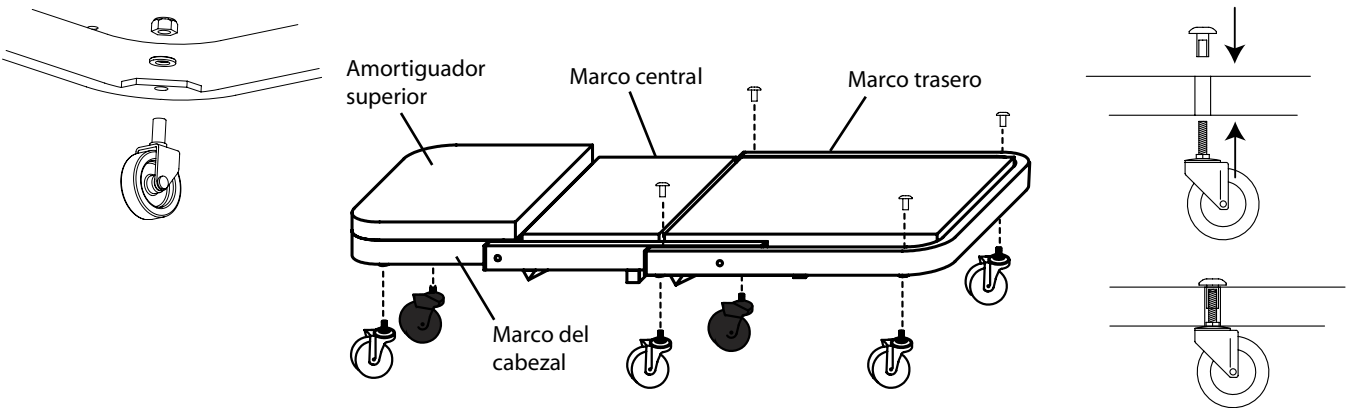

Figura 1: componentes del modelo 91000
Antes de ensamblar su plataforma rodante plegable, asegúrese de que todas las piezas estén presentes. Compare las piezas con la lista de contenidos del paquete y la ilustración de la Figura 1. Si hay alguna pieza faltante o dañada, no intente ensamblar, instalar ni utilizar el producto. Comuníquese con el Servicio de atención al cliente de Omega para obtener las piezas de repuesto.
INSTRUCCIONES PARA EL ENSAMBLAJE (consulte la Figura 1)
1. Despliegue cuidadosamente la plataforma rodante hasta que quede plana, tal como se observa en la Figura 1.